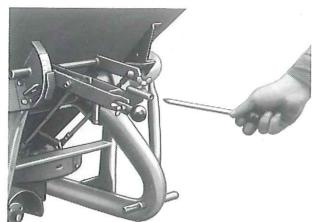

fig 6
**2.4.5** Ved spredning av superfosfat og fuktig kornet gjødsel, bør man hver gang beholderen er tom, sørge for å fjerne gjødselringene i traktspissene. Til dette kan man bruke en forlengelsspakene (se fig 6). Desuten må avsetninger på kasteskovlene fjernes.